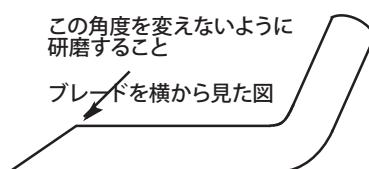

図 35
3. 全部のブレードの切っ先を丁寧に点検する。切っ先が鈍くなっていたり欠けていたりした場合には研磨する。研磨は刃先の上面だけに行い、刃の元々の角度を変えないように十分注意する(図35)。ブレードの左右を均等に削れば、バランスを狂わすことなく研磨を行うことができる。